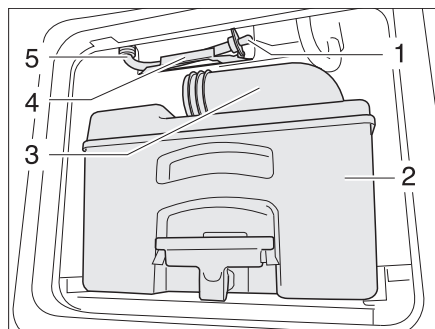

Bild 290 Ablaufschlauch Wassertank Toilette
- Kassette (Bild 290,2) an einer dafür zugelassenen Entsorgungsstelle entleeren und reinigen.
- Den Entleerungsstutzen (Bild 290,3) offen lassen.
- Ablaufschlauch (Bild 290,5) aus der Halterung (Bild 290,4) nehmen.
- Den Ablaufstöpsel (Bild 290,1) entfernen und Restwasser ausfließen lassen.